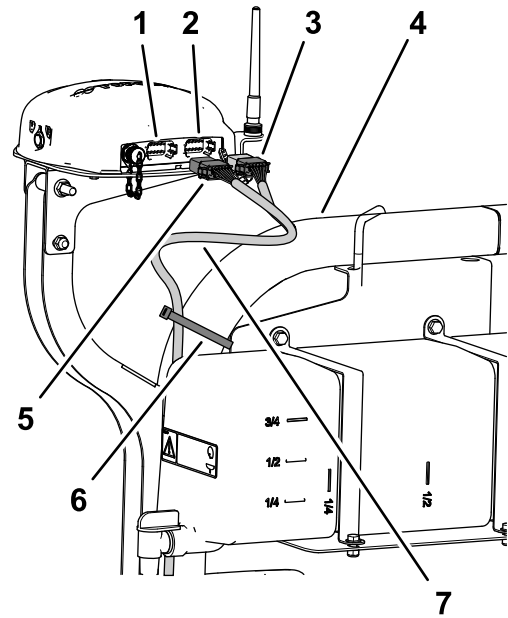

图 196
2. 沿着右 ROPS 管布置 390cm 数据线束支管让灰色 12 插槽接头和黑色 12 插槽接头向上对着导向接收器图 196。
- 如图 196 所示用 2 条扎带将 390cm 数据线束支管固定到右 ROPS 管上。